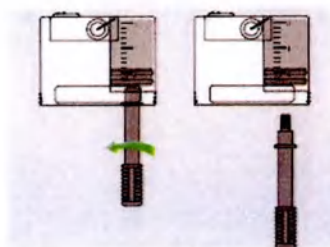

Рисунок 66
8. Извлеките стержень, открутив его в направлении против часовой стрелки (рисунок 66).